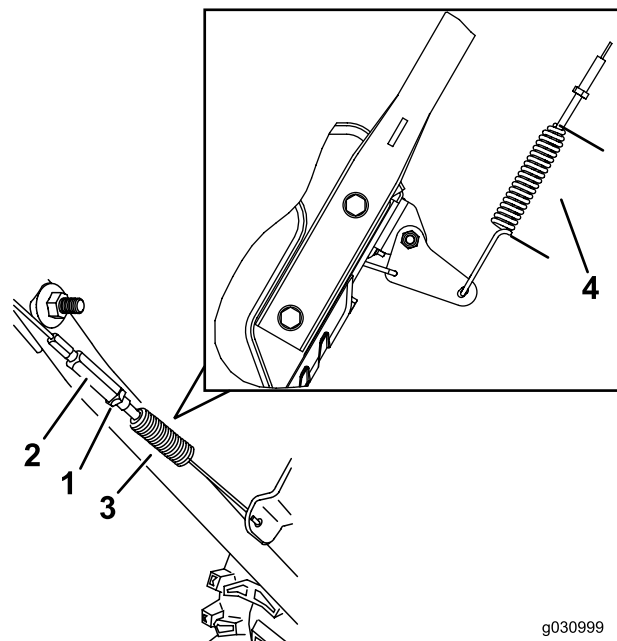

Bild 29
4. Ziehen Sie die Klemmmutter (Bild 29) an und stellen Sie sicher, dass der Antriebsbowdenzug etwas gespannt ist.
3. Lösen oder ziehen Sie die Spannschraube an, um die Federlänge auf 5,5 cm einzustellen, wie in Bild 29 dargestellt.